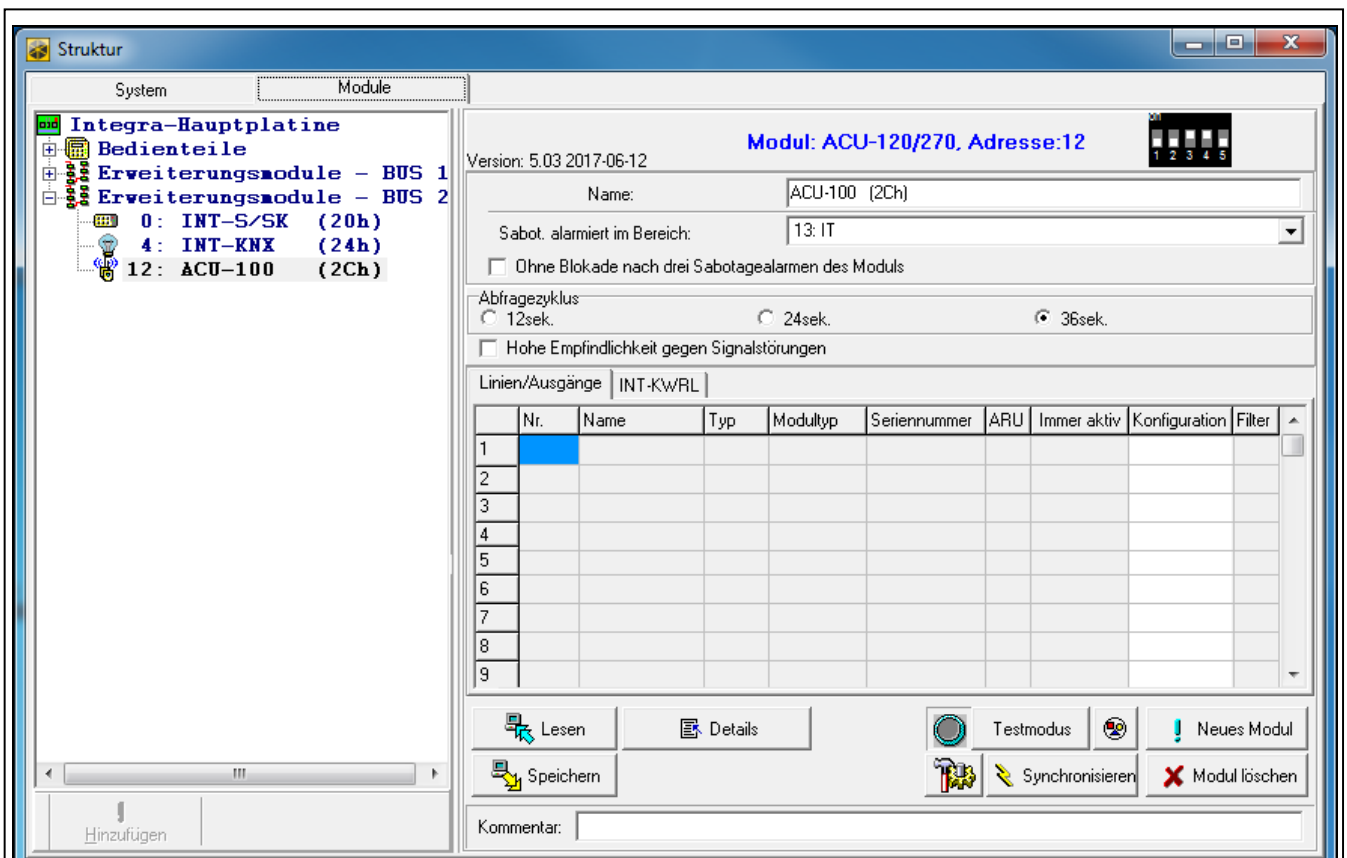

Abb. 3. Programm DLOADX: Parameter und Optionen des an eine Zentrale INTEGRA / INTEGRA Plus angeschlossenen Funkbasismoduls.
- INTEGRA / INTEGRA Plus – öffnen Sie das Fenster „Struktur“, die Registerkarte „Module“ und klicken Sie auf der Liste der Geräte auf das Funkbasismodul (Abb. 3);